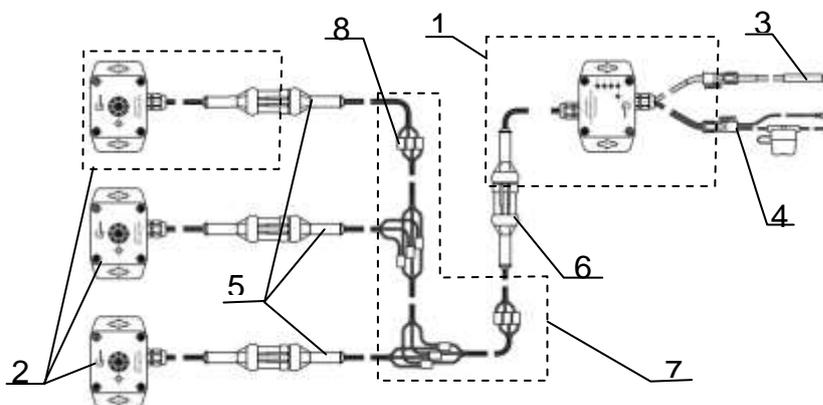

Рисунок 1 – Схема соединений блоков Системы
1.4.1 Система (рисунок 1) включает БКИ, к которому присоединяются БД (до трех штук) и выносной контрольный светодиод (далее – КС).